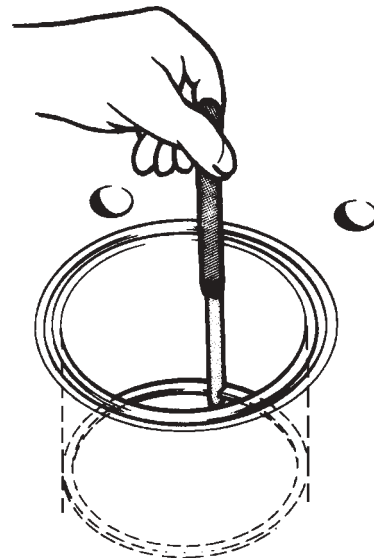

Fig. 41 Contrôle de la coupe de segment
Vérifier la coupe de segment (figure 41). Enfoncer le segment **sous le point mort bas** à l'aide d'un piston. Remplacer le segment si la coupe dépasse 1,0 mm.
7. Vérifier la coupe de segment dans l'alésage (figure 41, page 37), s'assurer que les segments ne grippent pas dans les gorges.